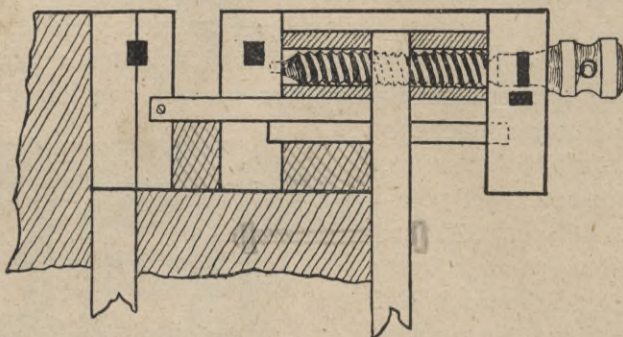

Fig. 11.
**Płyta** (Blatt) gruba, bez sęków i dziur, dokładnie wystrugana, opatrzona jest pod spodem silnymi listwami, opierającymi się o nogi i przeszkadzającymi przesunięciu się jej. Zrobiona jest z twardego i mocnego drzewa (grab, buk, jawor, wiąz) i posiada zwykle długość od 100 do 220 cm. szerokość zaś wynosi około trzecią część długości. Na płycie znajdują się zwykle jeszcze otwory, w które wchodzi drewniane czopy, zwane oporami (Stützen), a służące do tego, by o nie opierać małe, płaskie przedmioty, które chcemy strugać, a któreby bez oporów ześlizgały się pod strugiem. Tuż przy tylnej krawędzi płyty znajduje się przez całą jej długość zagłębienie, zwane korytkiem, w które można odkładać narzędzia w czasie roboty, nie zakładając nimi samej strugnicy. Pod płytą umieszczona szuflada służy także do podobnego celu. Do zamocowania większych kawałków drzewa służą dwa dociski (Zangen). Przedni docisk (Vorderzange) znajduje się po przedniej lewej stronie strugnicy. Śruba jego przechodzi przez łożysko (mutrę), znajdujące się w wystającym kawałku płyty, i przyciska do płyty grubą deseczkę, posuwającą się w kierunku od przodu ku tyłowi strugnicy. Docisku tego używa się głównie wtedy, gdy pionowo ustawioną deskę przerynamy na grubość, lub jeśli ją na kancie strugamy. Tylny docisk (Hinterzange) (Fig. 11.) na przedniej prawej stronie strugnicy, znajduje się w prostokątnym wycięciu płyty i porusza się równoległe do osi stołu stolarskiego. Działanie tego docisku jest następujące: Przez kawałek drzewa, stale przymocowany do krótkiego boku płyty, przechodzi łożysko dla drewnianej śruby, poruszającej docisk ku przodowi lub wstecz. Obracając śrubę, pociągamy za sobą, lub też popychamy drewnianą skrzynkę, otaczającą śrubę i sta-